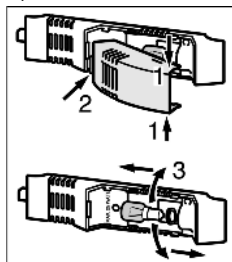

Fig. 16
- ▶ Saisir la protection d'ampoule en haut et en bas Fig. 16 (1).
- ▶ Déclipser à l'arrière et détacher la protection d'ampoule Fig. 16 (2).
- ▶ Remplacer la lampe Fig. 16 (3).